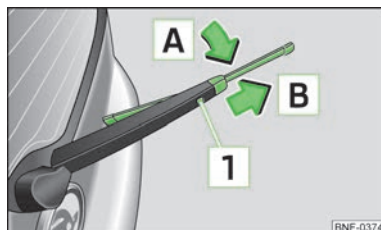

Fig. 32
- ▶ Ridicați brațul ștergătorului de lunetă de pe lunetă și basculați puțin lamela ștergătorului de lunetă în sensul brațului ștergătorului de lunetă, săgeata [A] » fig. 32.